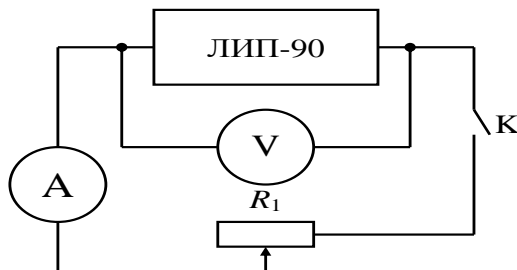

Рис. 1
*Оборудование:* источник питания 4 В ЛИП-90, соединительные провода, вольтметр, амперметр, реостат 6 Ом с ограничителем, ключ (рис. 1).